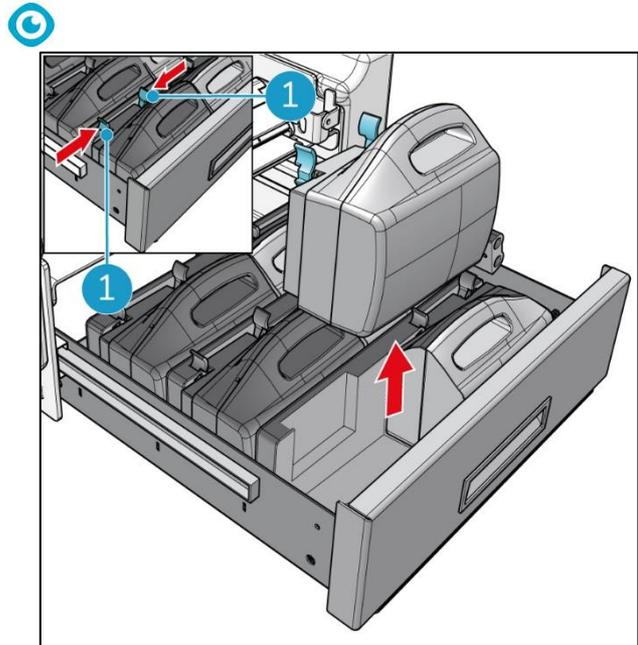

Figure 59
4. Appuyez sur les clips (Figure 59, pos. 1) de chaque bloc-batterie i-power® 14, en les rapprochant légèrement l'un de l'autre, puis soulevez la batterie.